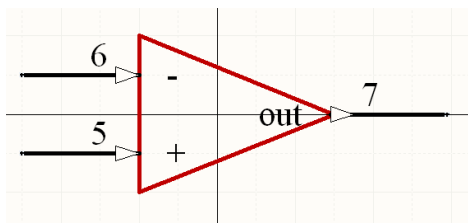

图 5.20 修改完引脚编号后的元件原理图
(19) 选择主菜单中的“Edit”->“Paste”命令或者按键盘上的“Ctrl+V”快捷键，将剪贴板中的元件复制到光标上，移动鼠标，调整复制的元件位置，使其与原始的元件原理图位置相同，然后单击鼠标，将复制的元件原理图固定到工作区。
(20) 双击工作区的元件的引脚，打开“Pin Properties”对话框，对引脚的编号进行修改，修改完引脚编号后的元件原理图如图 5.20 所示。